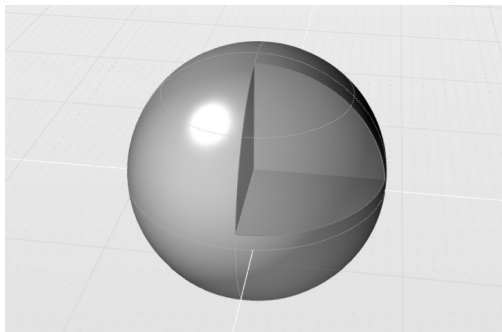

图 2-62 找到隐藏的源对象
1) 继续使用练习 (2.4.1_1) 的结果。在全局浏览器中选择“球体#1”。由于“球体#1”已被自动隐藏, 因此无法在视图图中选取, 只能通过全局浏览器选中。选中后在视图图中可见“球体#1”呈现半透明的隐藏状态, 如图 2-62 所示。